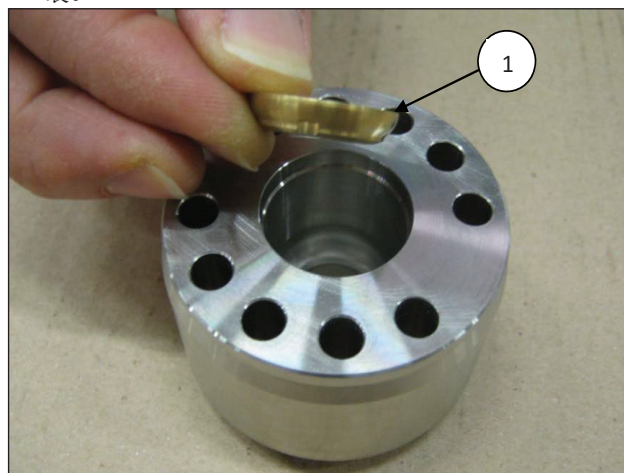
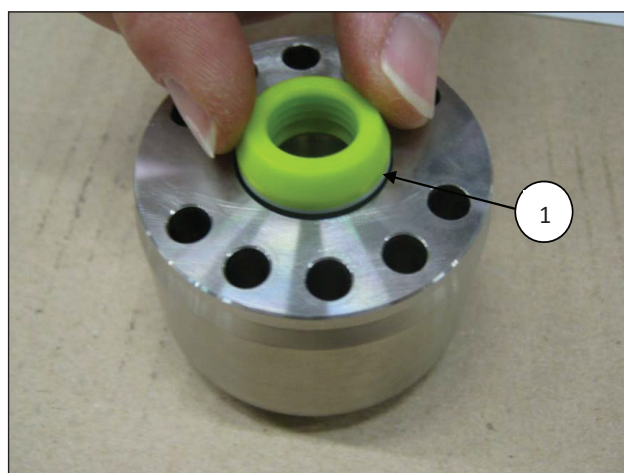
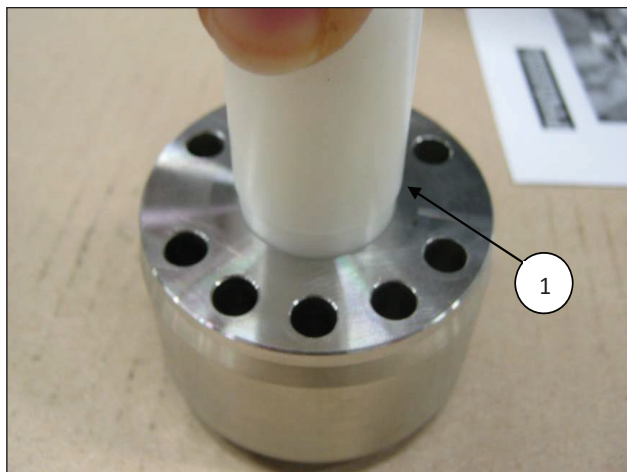

图 38
图 39
图 40
- 将端环（位置①，图 38）放入高压（H.P.）密封圈支座内，随后装入高压密封圈组件；由于密封圈与高压密封圈支座之间存在轻微过盈，为避免可能的损坏，建议使用塑料材质的压块（位置①，图 39及图 40）进行安装。
高压密封圈必须如图 39和图 41所示插入支架内。